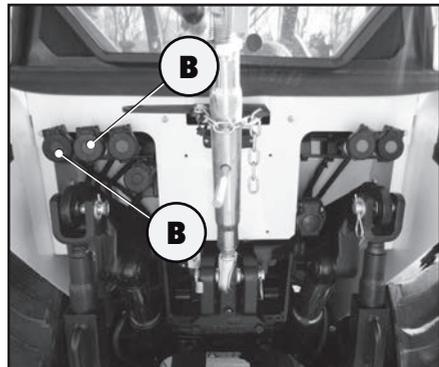

**Abb. 5.72**
Wenn der Joystick (6) in die in der Abbildung (Abb. 5.72) gezeigte Richtung "A" bewegt und gleichzeitig die Sicherheitstaste (4) (Tot Mann-Taste) und die grüne Taste (10) gedrückt werden, wird die einfachwirkende Hydraulikbuchse, die sich auf dem vorderen Ventilblock (Abb. 5.73) befindet, gespeist (bei den Traktoren mit Fronthebewerk heben oder senken die Arme).
Wenn der Joystick (6) in die in der Abbildung (Abb. 5.72) gezeigte Richtung "B" bewegt und gleichzeitig die Sicherheitstaste (4) (Tot Mann-Taste) und die grüne Taste (10) gedrückt werden, werden die Schnellkuppler gespeist, wie in Abbildung (Abb. 5.74) dargestellt).